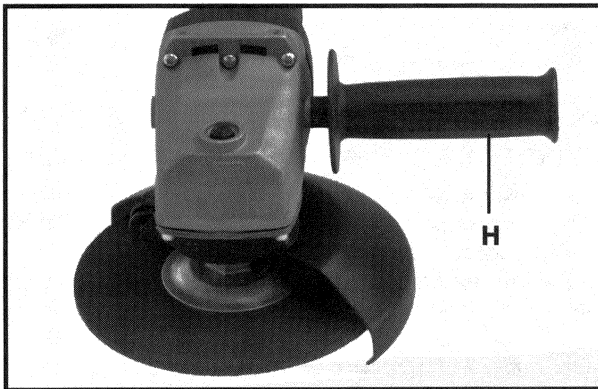

Fig. 2
Une poignée auxiliaire (H) Fig. 2 est fournie avec votre outil et peut être installée sur un des deux côtés de l'outil. Cette poignée DOIT TOUJOURS ÊTRE UTILISÉE afin de vous permettre de contrôler parfaitement l'outil.